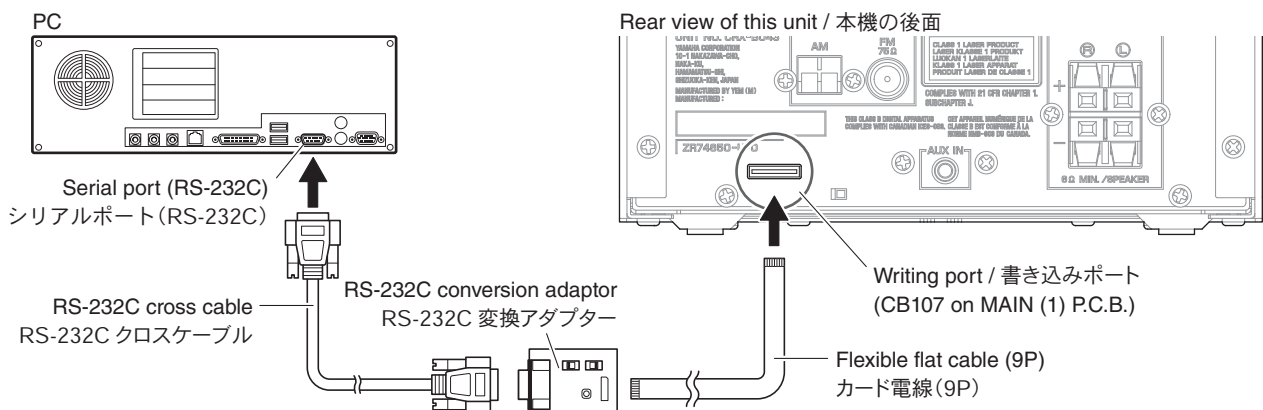

Fig. 2
- Connect the serial port (RS-232C) of the PC to the writing port (CB107 on MAIN (1) P.C.B.) of this unit as shown below. (Fig. 2)
- 本機の書き込み用ポート (MAIN (1) P.C.B. の CB107) と PC のシリアルポート (RS-232C) を下記のように接続します。(Fig. 2)